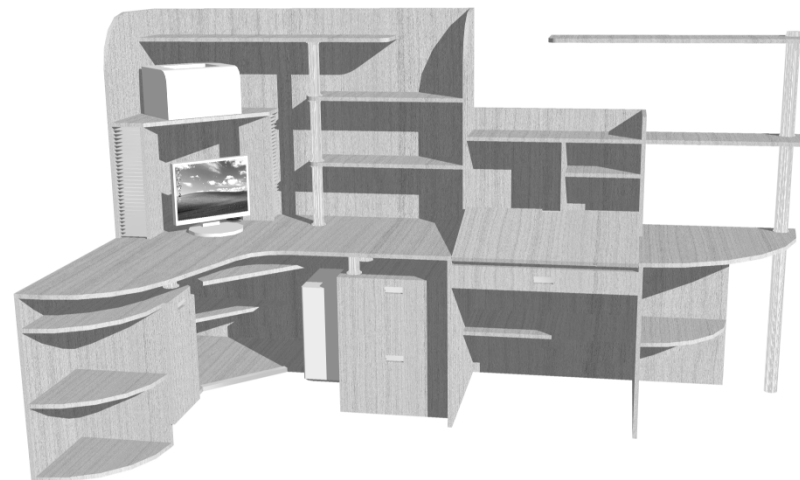

Рис. 4.1 ▼ Общий вид рабочей зоны детской комнаты
**Н**ачиная с этой главы, мы будем создавать чертеж рабочей зоны детской комнаты, которая представляет собой комбинированный стол для подростка и ученика начальных классов. Общий вид рабочей зоны представлен на рис. 4.1. В левой части находится рабочее место подростка, обеспечивающее размещение компьютерной техники: под столом имеются отсеки для системного блока и выдвижная доска для клавиатуры, на столе – дисплей и две стойки для компакт-дисков, над столом на полке – лазерный принтер. Кроме того, слева от пользователя должно быть достаточно пространства для размещения сканера.
Крышка стола рабочего места младшего школьника выполнена, как у парты, – ее можно поднимать и опускать на угол до  $15^\circ$  (на рис. 4.1 показана в поднятом положении). Кроме того, правая часть рабочей зоны также выполнена в виде небольшого стола, который может использоваться для чтения, непродолжительных занятий и т. п. Над этим столом находятся две консольные полки, смонтированные на хромированной опоре с креплением консольных частей к стене кронштейнами (на рис. 4.1 не показаны).